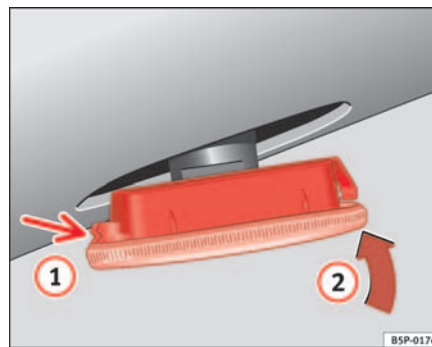

Fig. 187 Intermitente lateral
- Coloque el intermitente en primer lugar en el orificio de la carrocería, encajando las pestañas ⇒ **página 260, fig. 187, flecha ①**.
- Encaje la lámpara como indica la flecha ② ⇒ **página 260, fig. 187 ■**